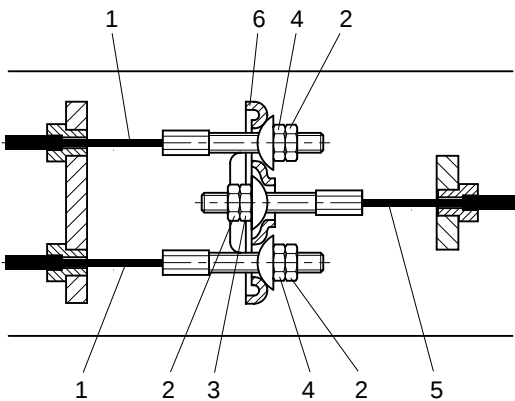
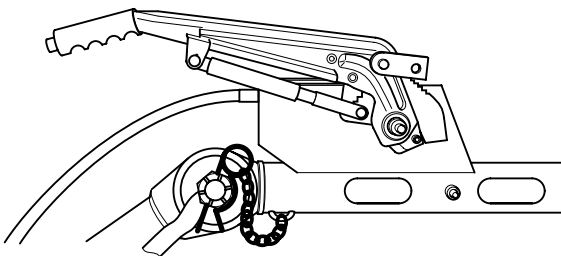

Fig. 5.6 Remkabelsysteem
Fig. 5.7 Handrem naar beneden - rem staat niet aan
2. Maak de remkabels los (Fig. 5.6).
2. Terwijl het trekkoog uitgetrokken is en de handremhandel naar beneden staat (Fig. 5.7), draait u de regelmoer en de remkabelmoer en (Fig. 5.6,4) in wijzerzin tot het remmechanisme geen speling meer heeft.
De vereffenaar (Fig. 5.6,6) moet loodrecht op de hoofdremkabel (Fig. 5.6,5) blijven staan.